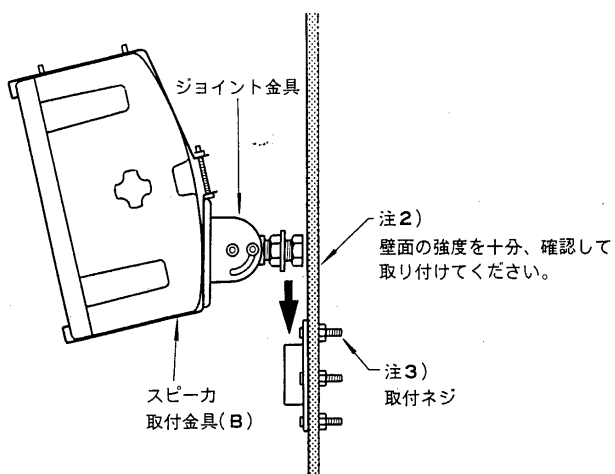

図5
④スピーカー取付金具(B) にジョイント金具を図5の方向に取り付けてください。
⑤天井・壁面取付金具を壁面に取り付けてください。
(図5) (取付ネジ穴φ9mm)
⑥スピーカー本体側のジョイント金具を壁面の取付金具に取り付けてください。(図5)